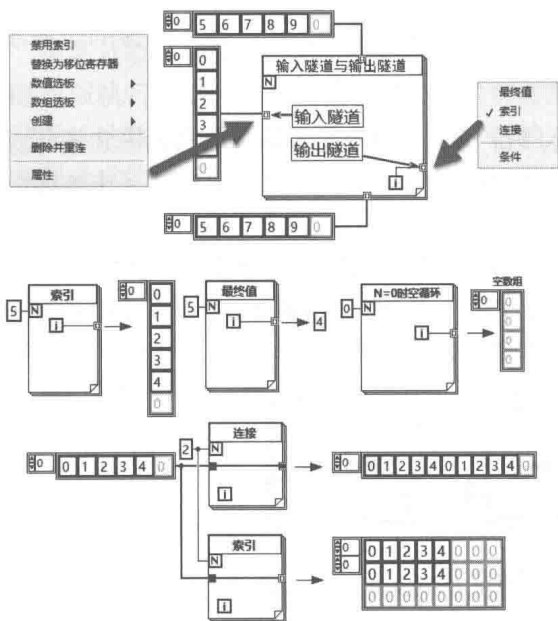

图 3-5 循环输出选择及空循环
数据流入循环结构体时，建立的是输入隧道，输入隧道只有禁用索引和启用索引两个选择。而循环内部数据流出结构体时，则建立的是输出隧道。按照惯例，输出隧道通常位于结构体右侧。在新版本中，对于输出隧道，增加了几个新功能，参照图 3-5 所示的输出隧道快捷菜单。
将在后面介绍,图 3-5 演示了其他 3 个选项的用法。
- ◆ 输出隧道的“连接”方式为新增功能,相当于在循环内部调用了“创建数组”函数。对于循环内部的一维数组,“连接”方式循环输出的依然是一维数组;如果是索引方式,则输出的是二维数组,图 3-5 详细演示了“连接”和“索引”方式下,不同的输出结果。
当 For 循环的循环次数端子 N 连接的是 0 时,则循环一次也不会执行,称作空循环。如果开启了索引,循环内的标量经输出隧道后,将产生对应数据类型的空数组,如图 3-5 所示。